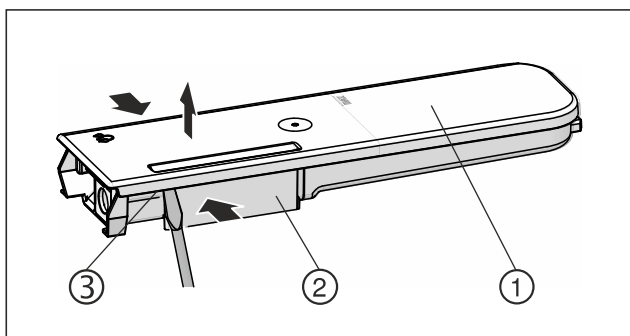

Fig. 146
- ▶ Ścisnąć zbiornik wody Fig. 146 (2), a pokrywę Fig. 146 (1) podnieść ostrożnie nad uchwyty zatrzaśkowe Fig. 146 (3) i pociągnąć w górę.
- ▶ Pokrywę przestawić delikatnie w przód i w tył Fig. 146 (1) i pociągnąć w górę.